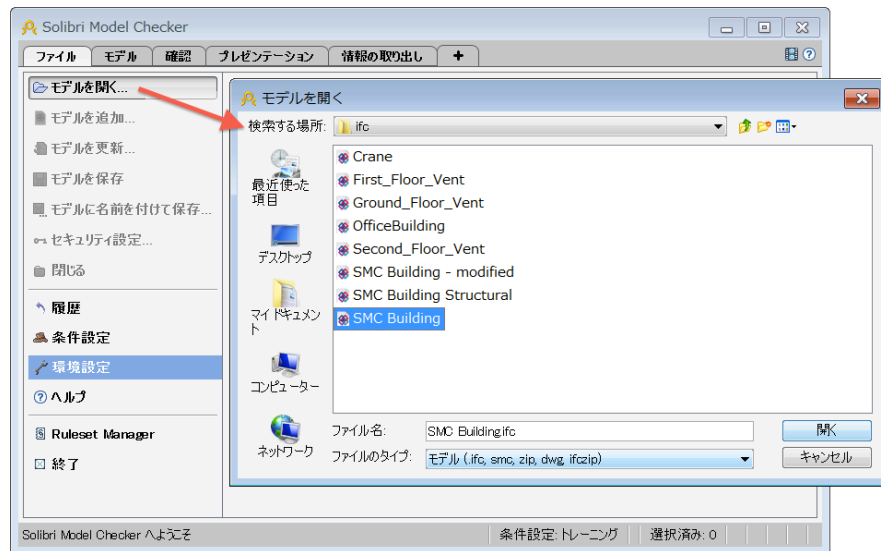

図 1 1 「モデルを開く」ダイアログ
- 1) 次に左のメニューから「モデルを開く」を選択し、「モデルを開く」ダイアログにサンプルファイル一覧が表示されます。（フォルダの場所、Windows：C:\ユーザー\パブリック\SMC7.1\サンプル\ifc、Mac OS：アプリケーション\Solibri Model Checker v7.1\サンプル\ifc）（図 1 1 を参照）